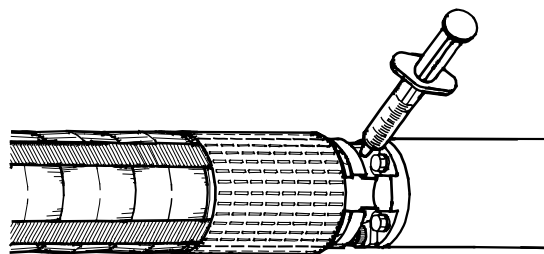

Fig. 7 Posizione della valvola di riempimento
1. Con un cacciavite estrarre il filtro di fronte alla valvola sulla testa del motore. Il filtro può avere l'apposito incavo per cacciavite. La posizione della valvola di riempimento è mostrata in fig. 7.
2. Inserire la siringa contro la valvola ed iniettare il liquido, fig. 7. Se l'otturatore della valvola è spinto dalla siringa troppo a fondo, può essere danneggiato e non fare più tenuta.